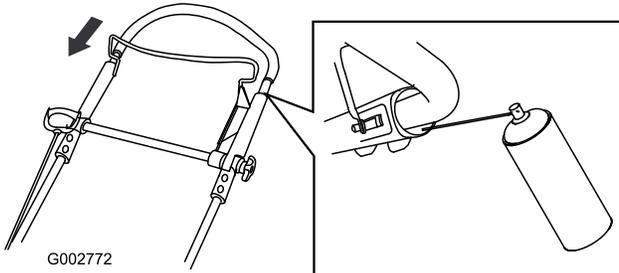

Figura 35
2. Empuje completamente hacia abajo el manillar superior y rocíe la superficie de plástico interior del manillar exterior (Figura 35).